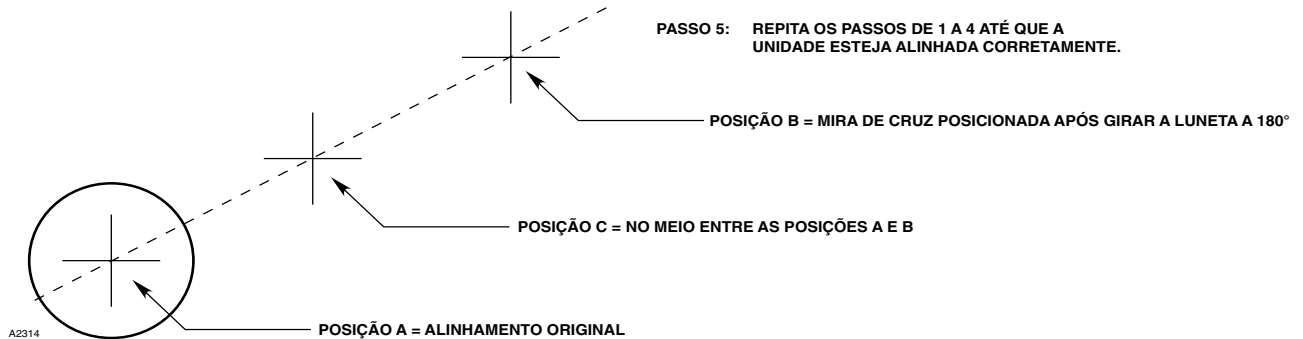

Figura 20 — Alinhamento do OPECL usando a Ferramenta de alinhamento por luneta
- A. Ajuste os parafusos de alinhamento do telescópio até que a mira em cruz fique entre a posição inicial (centro da lente do transmissor) e a posição atual (depois de girar a luneta a 180°). Consulte a Figura 20.